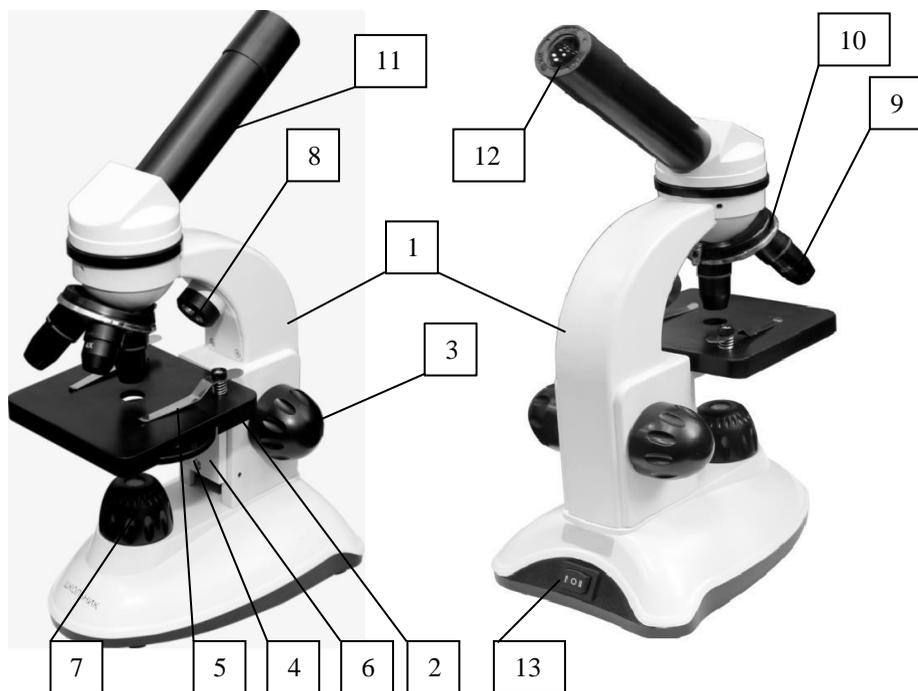

Рисунок 1 Микроскоп ученический «ШКОЛЬНИК» модель ШМ-1
Общий вид микроскопа учебного «Школьник» представлен на рис.1
Фокусирувочный механизм, расположенный на штативе 1 (рис.1), обеспечивает вертикальное перемещение предметного столика 2, который закреплен на кронштейне 4. Перемещение кронштейна с предметным столиком осуществляется рукоятками 3. Рукоятки расположены на одной оси и выведены с обеих сторон штатива.
- опустите вращением рукояток 3 (рис.1) фокусировки предметный столик 2 в нижнее положение;